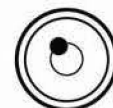

Рис.4
- 6) При использовании штатива со сферической головкой немного ослабьте становой винт, и удерживая прибор за подставку „6” двумя руками перемещайте его по головке штатива, пока пузырек не будет находиться приблизительно в центре круглого уровня „8”. (Рис.4)